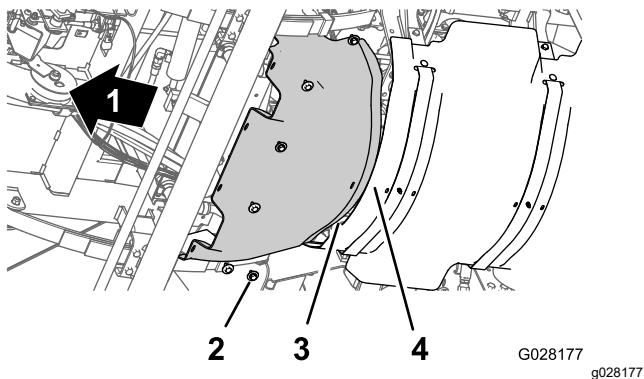

Bild 63
1. Fluchten Sie den hinteren Flansch des vorderen Wärmeschutzblechs über dem vorderen Flansch des hinteren Wärmeschutzblechs aus (Bild 63).
2. Fluchten Sie die Löcher im vorderen Wärmeschutzblech mit den Gewindelöchern im Chassis aus (Bild 63).
3. Befestigen Sie das vordere Wärmeschutzblech mit den sechs Sechskantschrauben und sechs Scheiben (Bild 63), die Sie in Schritt 3 von Entfernen des vorderen Wärmeschutzblechs (Seite 54) entfernt haben, an der Maschine.